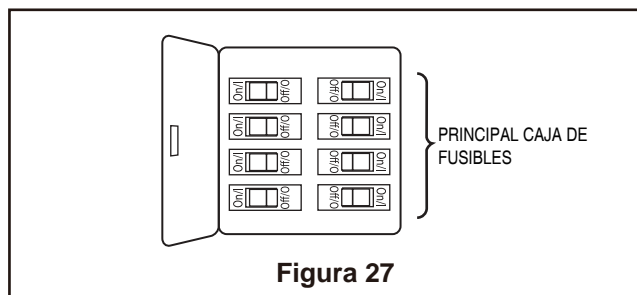

Figura 27
1. Restaure la fuente de alimentación de la toma de corriente enciendiendo la electricidad del fusible principal. (Figura 27)